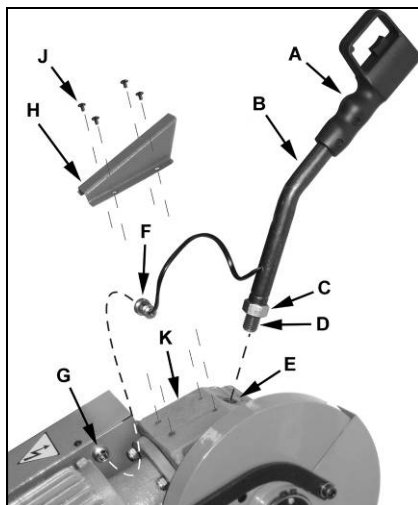

Fig 1
Visser l'extrémité fileté (D, Fig 1) de la poignée (B) dans l'orifice fileté (E).
La machine peut être mise en route et arrêtée par l'interrupteur situé sur la poignée (A, Fig 1).